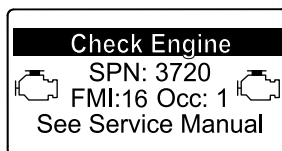

Bild 43
- Motorwarnung SPN 3720, FMI 16 (Bild 43)